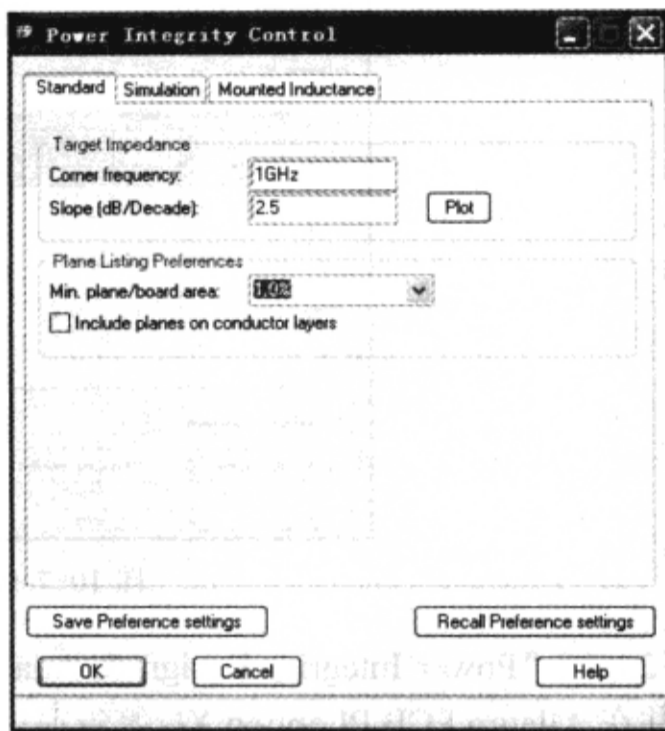

图 10-7-101 最小平面区域设置
(2) 在“Plane Listing Preferences”区域的“Min.plane/board area:”栏中选择“1%”，如图 10-7-101 所示。